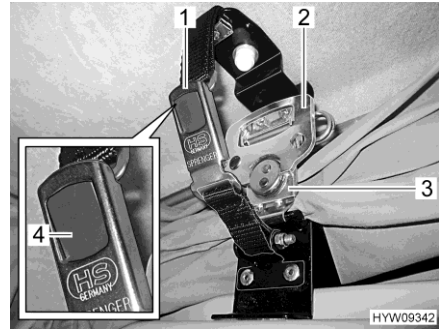

Bild 63 Lås
- Dra snabblåset (Bild 63,3) nedåt på båda sidorna och haka fast dem i hållarplattan.
- Fäll ut och vrid handtaget (Bild 63,2) på snabblåset ett halvt varv medurs.
- Fäll ihop båda delarna på säkerhetslåset (Bild 63,1). Den grå tryckknappen (Bild 63,4) hakar i.